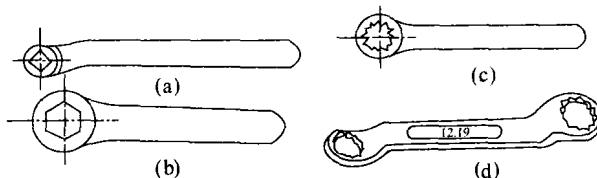

图 1-2 花扳手
2. 花扳手（图 1-2）
可分为正方形、六角形、梅花扳手（十二角形）等，其中梅花扳手最常用。梅花扳手只要转过 30° （如图 1-2 所示），就可改换方向再扳。花扳手适应性强，扳转时受力均匀，扳转力大，适用于拆装所处空间狭小的螺栓、螺母。对标准规格的螺栓螺母均可使用花扳手拆装；特别是螺栓螺母需用较大力矩拆装时，应使用花扳手。